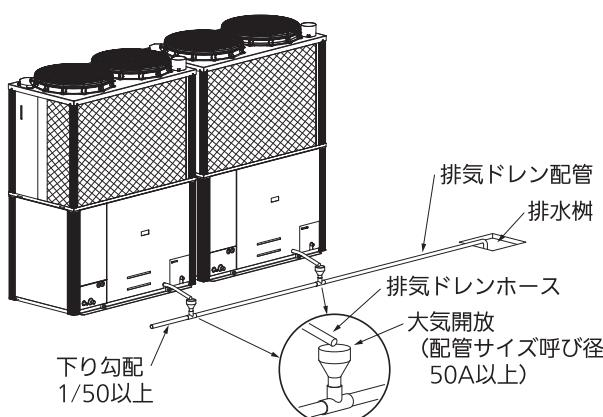

図 11：排気ドレンを排水樹に接続する場合
- 室外ユニットの排気ドレンをふたのある排水樹、溝等に接続する場合や、同一箇所に排出する場合は、図 11 のように排気ドレン中の排気ガスを大気に放とする配管仕様にする
● ドレン配管は 1/50 以上の下り勾配とし、口径を縮管しないでください (図 11、12)。また、配管の途中にトラップや山越えを作らないようにしてください。